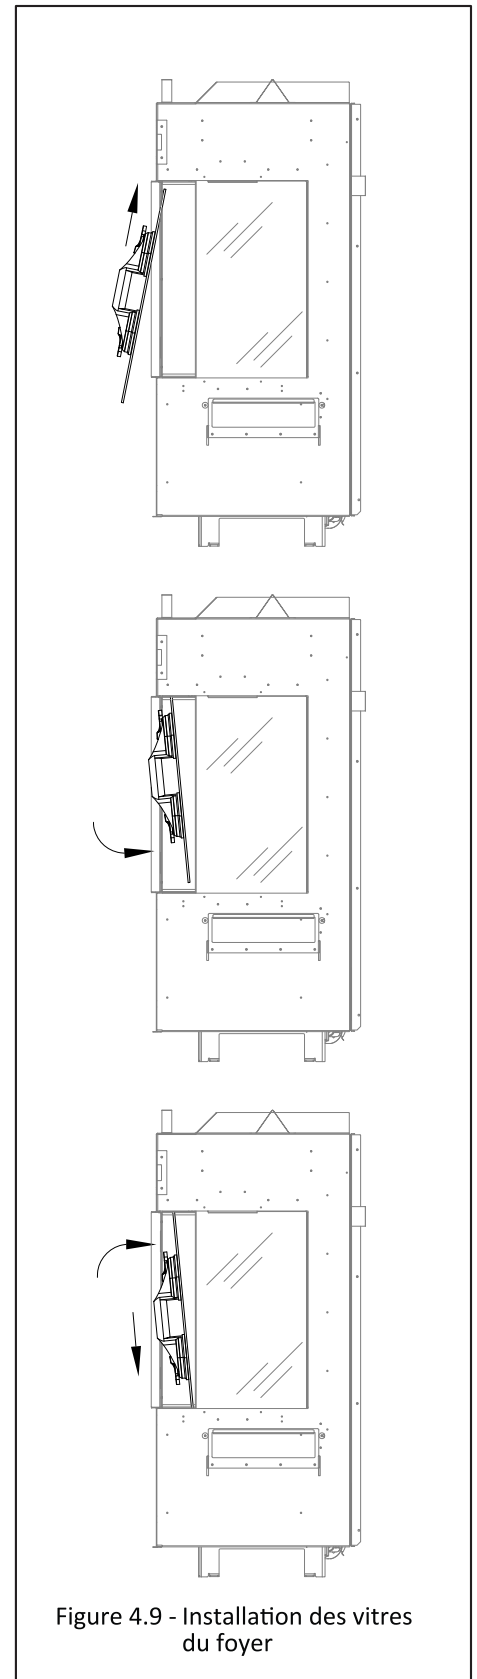

Figure 4.9 - Installation des vitres du foyer
2. Installez la vitre de façade. En l'installant, il peut être utile de commencer par les fixations inférieures déjà installées mais dont les écrous sont desserrés. En soulevant la vitre pour la mettre en place (Voir Figure 4.9), éloignez-la un peu du côté n'ayant pas encore de vitre latérale installée. Vous pouvez glisser la vitre de côté pour l'insérer dans la bande d'étanchéité en silicone de la vitre latérale précédemment installée.